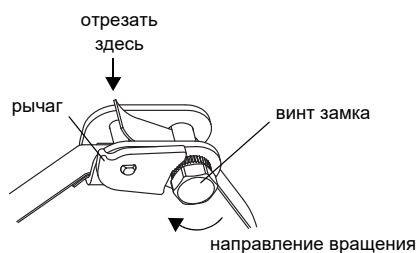

Рис. 8.16: Храповой замок со стальной лентой
- Отрежьте лишнюю стальную ленту (смотри Рис. 8.16).
**Внимание!** Надавите на рычаг вниз, чтобы отпустить винт и стальную ленту (смотри Рис. 8.16).